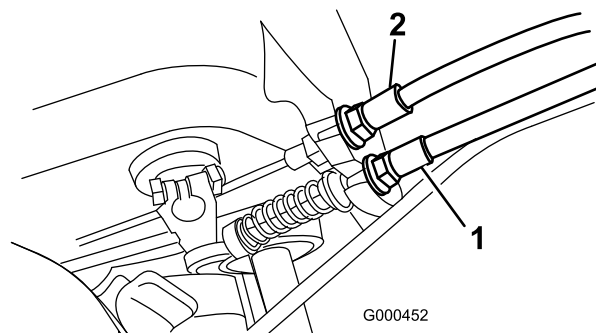

Figure 32
2. Pour accroître la tension du câble, desserrez l'écrou de blocage avant et serrez l'écrou de blocage arrière (Figure 32) jusqu'à ce qu'une force de 5 à 6 kg. soit requise pour serrer le frein. Mesurez la force au bouton du levier. Ne le tendez pas au point que la bande du frein frotte en permanence.